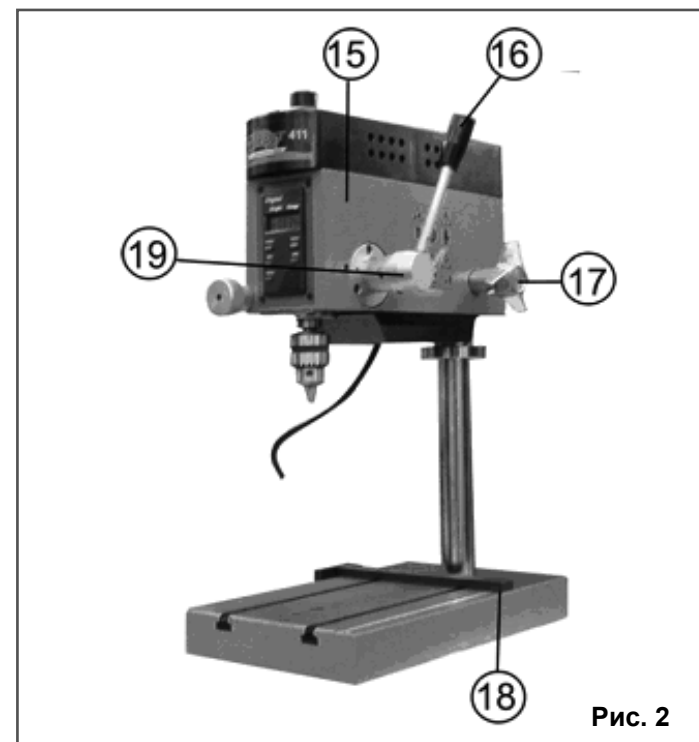

Рис. 2
7. УСТРОЙСТВО МАШИНЫ (Рис. 2, 3)
7.1. Машина состоит из следующих сборочных единиц и деталей (Рис. 2,.3)
- трещины металлоконструкции узла шпиндельной головки (15), Рис. 2;
9.1. Регулировка высоты шпиндельной головки (Рис. 2, 3)
9.2.2. Для изменения частоты вращения шпинделя следует использовать прилагаемую отвертку для выкручивания двух винтов на кожухе (9), Рис. 2. Откройте кожух и установите ремень (20) на больший диаметр шкива двигателя и меньший диаметр шкива шпинделя - для уменьшения оборотов шпинделя или на меньший диаметр шкива двигателя и больший диаметр шкива шпин-